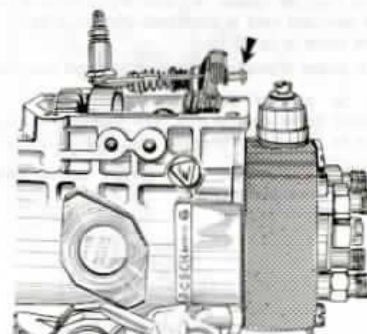

Fig. 6.
- 2^e S'il s'agit d'un régulateur du type « MINI-MAXI », appuyer sur l'axe de vitesse tout en soulevant le couvercle, puis enlever le circlips pour dégager l'ensemble « ressorts, régulateur » (fig. 6).